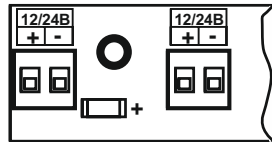

Рисунок 2
- 2.2 На основі розміщена плата з електронними компонентами та п'єзовипромінювач (акустична головка). Оповіщувач випускається з **2-ма клемними колодками**, які розміщені на платі (рисунок 2 додатка). Колодки з'єднанні паралельно для зручності підключення оповіщувачів до однієї лінії.
- 8.10 Перевірити працездатність оповіщувача шляхом подачі напруги живлення 220 В змінного струму відповідно до позначень на платі (рисунок 2 додатка). Оповіщувач повинен видати світловий та звуковий сигнали, характер яких вказаний у таблиці 2.